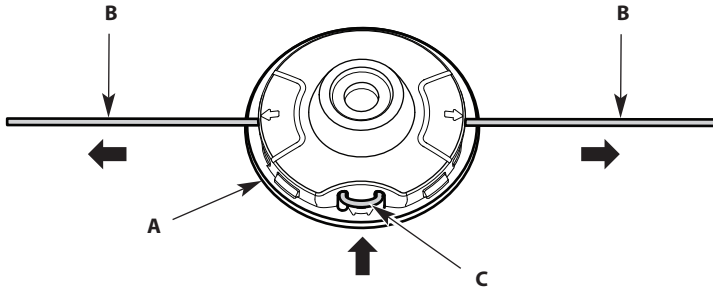

Fig. 3
4. Pull the ends of the line until the line is tight against the cutting head. Make sure the ends of the line are of equal length (Fig. 3). If one end is longer than the other, push the longer end back through the cutting head partway and pull the shorter end out. If necessary, repeat this process until both ends are of equal length.
5. Press the exposed loop of trimming line until it is tight against the cutting head (Fig. 3).
4. Tirer sur les extrémités du fil jusqu'à ce qu'il soit bien serré contre la tête de coupe. S'assurer les extrémités du fil soient de longueur égale (Fig. 3). Si une extrémité est plus longue que l'autre, pousser l'extrémité arrière à mi-course à travers la tête de coupe et tirer sur la partie courte. Si nécessaire, répéter cette opération jusqu'à ce que les deux extrémités soient de longueur égale.
5. Appuyez sur la boucle exposée du fil de coupe jusqu'à ce qu'il soit bien serré contre la tête de coupe (Fig. 3).
4. Tire de los extremos del hilo hasta que quede tenso contra el cabezal de corte. Asegúrese de que los extremos del hilo sean de igual longitud (Fig. 3). Si un extremo es más largo que el otro, empuje el extremo más largo nuevamente a través del cabezal de corte parcialmente y tire del extremo más corto hacia afuera. De ser necesario, repita el proceso hasta que ambos extremos sean de igual longitud.
5. Presione el lazo expuesto del hilo de recorte hasta que esté ajustado contra el cabezal de corte (Fig. 3).